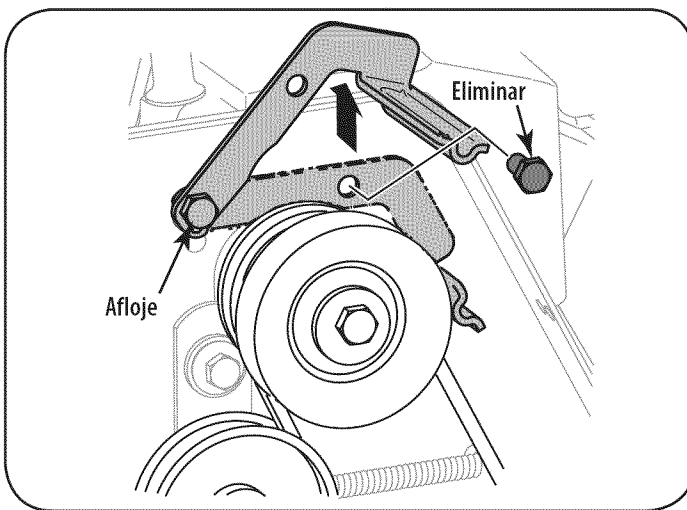

Figura 30
4. Afloje el perno de muestra en la Figura 30 poseedor asegurar el soporte de cinturón y retire el perno de otros. Empuje el soporte de cinturón y hasta poseedor de la polea del motor.